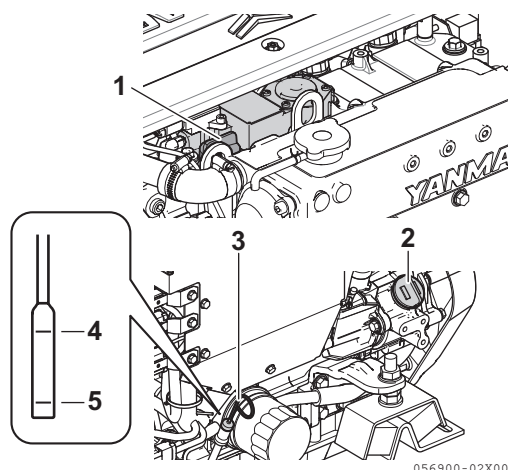

Figure 6
2. Rimuovere l'asta di livello dell'olio (**Figure 6, (3)**) e pulirla con un panno pulito.
4. Estrarre l'astina di controllo. Il livello dell'olio deve essere compreso tra la tacca superiore (**Figure 6, (4)**) e la tacca inferiore (**Figure 6, (5)**) dell'asta di livello.
1. Rimuovere il tappo giallo del bocchettone di rifornimento dell'olio (**Figure 6, (1) (2)**) e rabboccare con olio motore.
2. Riempire di olio fino al limite superiore (**Figure 6, (4)**) dell'asta di livello (**Figure 6, (3)**).